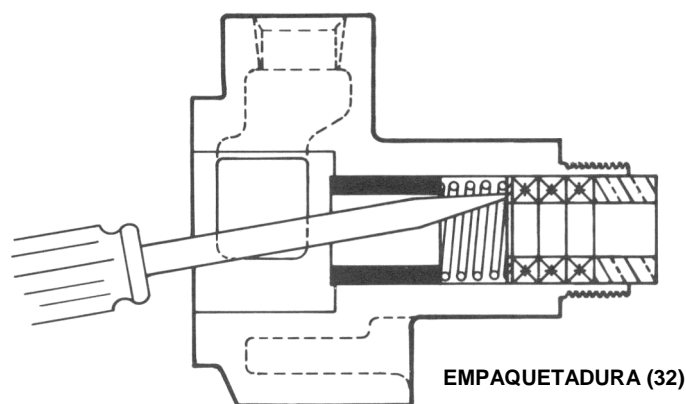

FIGURA 3
5. La bomba está lista para sacar la empaquetadura o el sello mecánico. Consultar el ejemplo de la Figura 3 o 5. Es recomendable utilizar un sello mecánico o una empaquetadura nueva cada vez que se desmonta completamente la bomba.